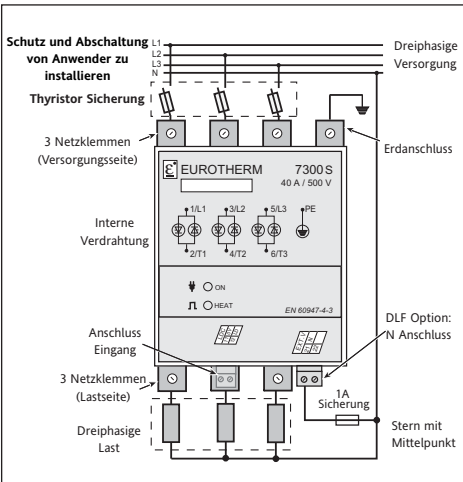

Abbildung 2-9 Dreiphasige Last in Stern mit Mittelpunkt Konfiguration (4S)
- Stern mit Mittelpunkt (4 Anschlussleitungen, Code 4S), Abbildung 2-9